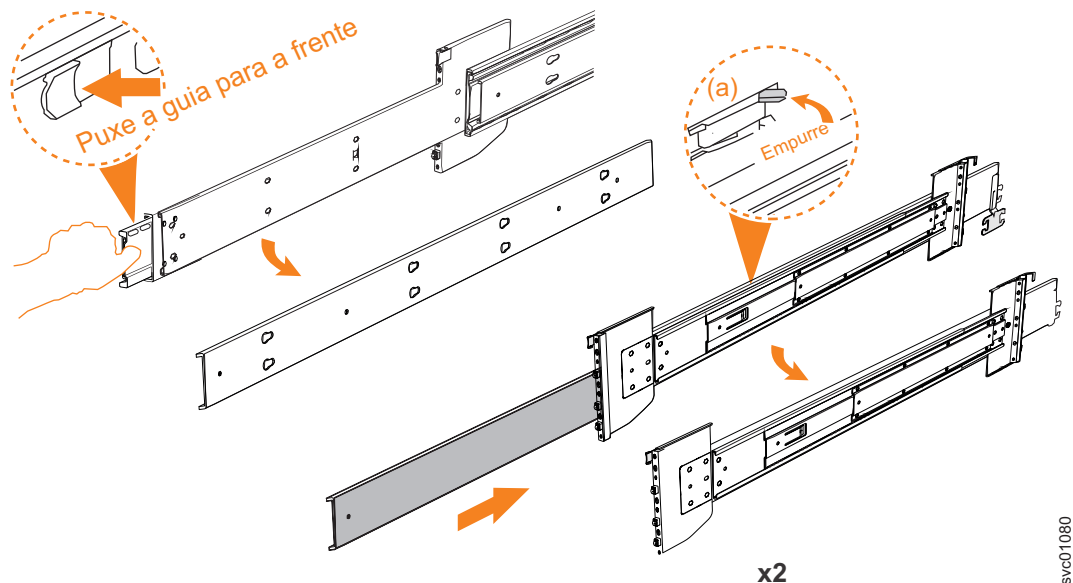

Figura 55. Removendo a seção de trilho interna
3. Remova o membro interno do trilho. Empurre a guia (**a**) e deslize de volta o membro do trilho do meio, conforme mostrado em Figura 55 na página 63.